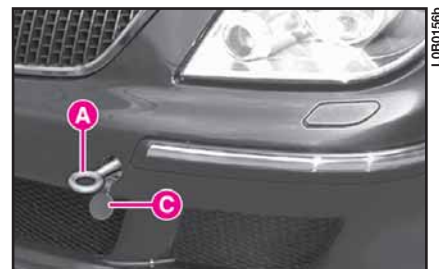
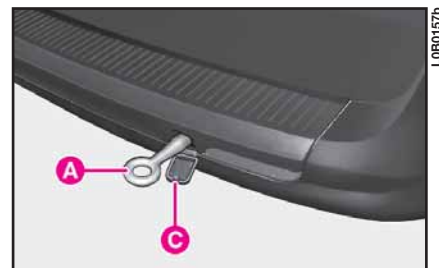

fig. 42
fig. 43
– rimuovere il coperchio C inserito a pressione sul paraurti anteriore (**fig. 42**) o posteriore (**fig. 43**);